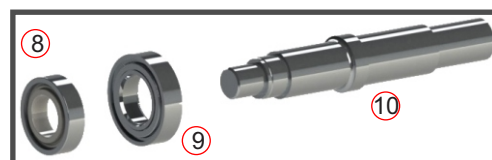

Fig. 52
- 4- Retirar os rolamentos (8) (9) do eixo (10) e revisá-los. (Fig. 52)
- 5- Verificar o desgaste no pistão (3), pino de articulação (1) e bucha da biela (2). Geralmente a primeira peça a ser desgastada é a bucha de bronze, pois seu material é mais dúctil. Quando o conjunto pino, bucha, pistão estiver com folga excessiva provavelmente uma dessas peças estará com defeito.